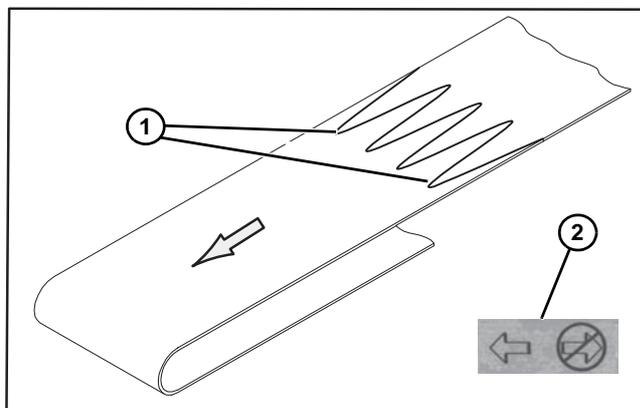

Figura 50
1. Oriente la banda de manera que el empalme delantero (Figura 50, artículo 1) apunte en la dirección de la trayectoria de la banda tal y como indica la etiqueta de dirección del transportador (Figura 50, artículo 2).
- Orienta la banda de manera que el empalme delantero (**Figura 50, artículo 1**) apunte en la dirección de la trayectoria de la banda tal y como indica la etiqueta de dirección del transportador (**Figura 50, artículo 2**).